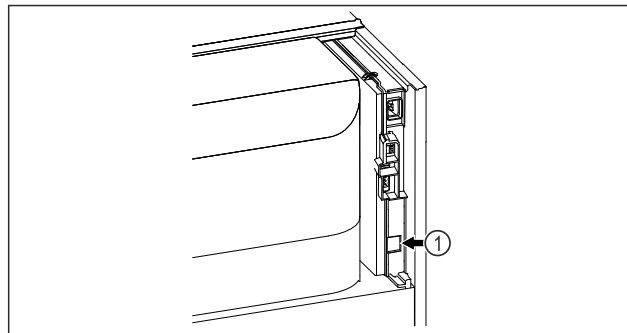

Fig. 147
- ❑ SmartModule Fig. 147 (1) è inserito.